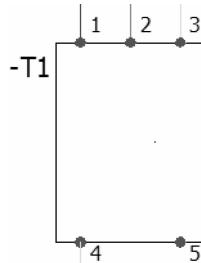

图 2-13 添加连接点
**步骤6 添加连接点** 右击黑盒，在关联菜单中选择【添加设备连接点】。在黑盒端子3的另一侧下方单击并添加新回路的端子，如图2-13所示。单击【确定】，结束操作。